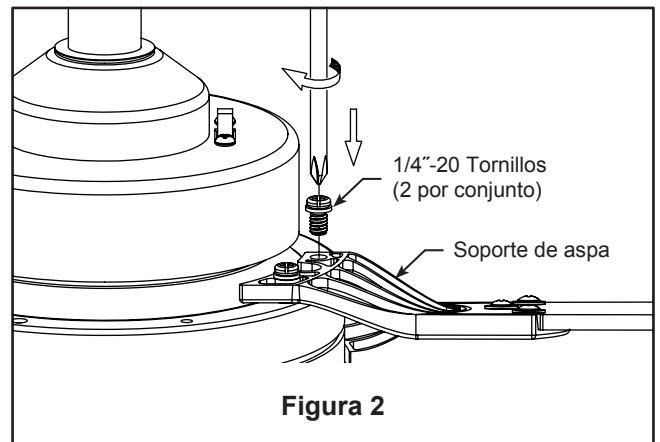

Figura 2
2. Fije los soportes de aspas al superior volante del motor mediante los tornillos de 1/4"-20. (Figura 2)